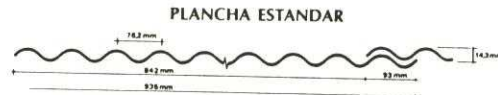
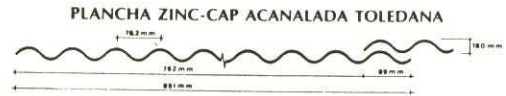
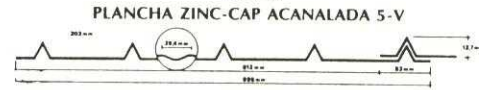

FIG. 5
FIG. 6
FIG. 7
**Traslapo lateral.** Es el que se produce al superponer una franja del costado de una plancha sobre la que está inmediatamente al lado. Esta franja debe ser de aproximadamente onda y media, es decir, de 93 mm. en la plancha estándar (Fig. 5) y de 89 mm. en la plancha ZINC-CAP acanalada toledana (Fig. 6). En la plancha ZINC-CAP acanalada 5-V, el traslape es de 1 onda, esto es, 83 mm. (Fig. 7).